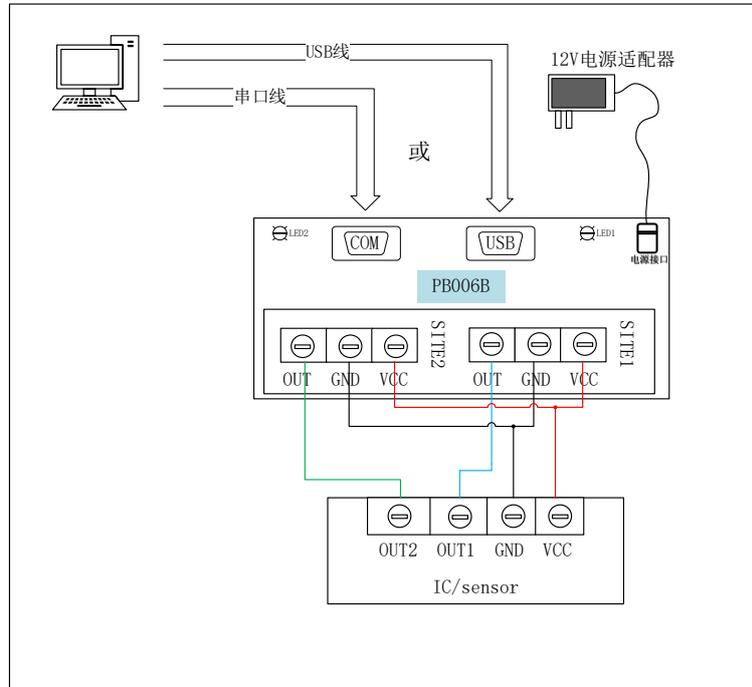

图 3.2 PB006B 编程器与 1 颗单电源供电的 MT6501GT 芯片接线图
下图 3.2 是 PB006B 编程器连接 1 颗单电源供电的 MT6501GT 芯片的编程硬件连接图。
- 其中 Dual Parts Single Source 按钮对应的芯片是需要将两路的电源及地分别短接在一起共用的情况，编程器接线需将编程器 SITE1 和 SITE2 上的两路 VCC 短接，两路 GND 短接，具体参考本文第 3 章节内容图 3.2。